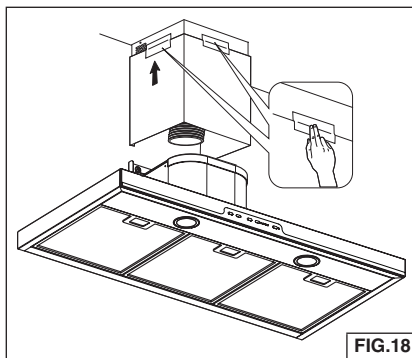

FIG.18
6. Fixez temporairement les conduits supérieur et inférieur ensemble avec du ruban à conduit, tel qu'illustré. Fig. 18.